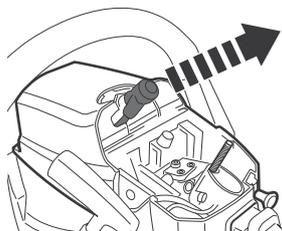

Fig. 58
- > Retirer le couvercle du filtre à air (13) et le filtre (14) comme indiqué. Débrancher le connecteur de la bougie d'allumage (15) (Fig. 58).